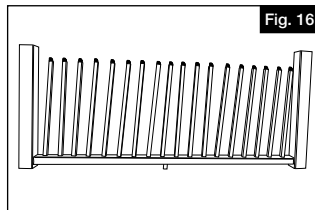

Fig. 16
- b. Penchez les balustres dans la direction du bord arrondi de l'adaptateur de balustre comme indiqué en Figure 16.